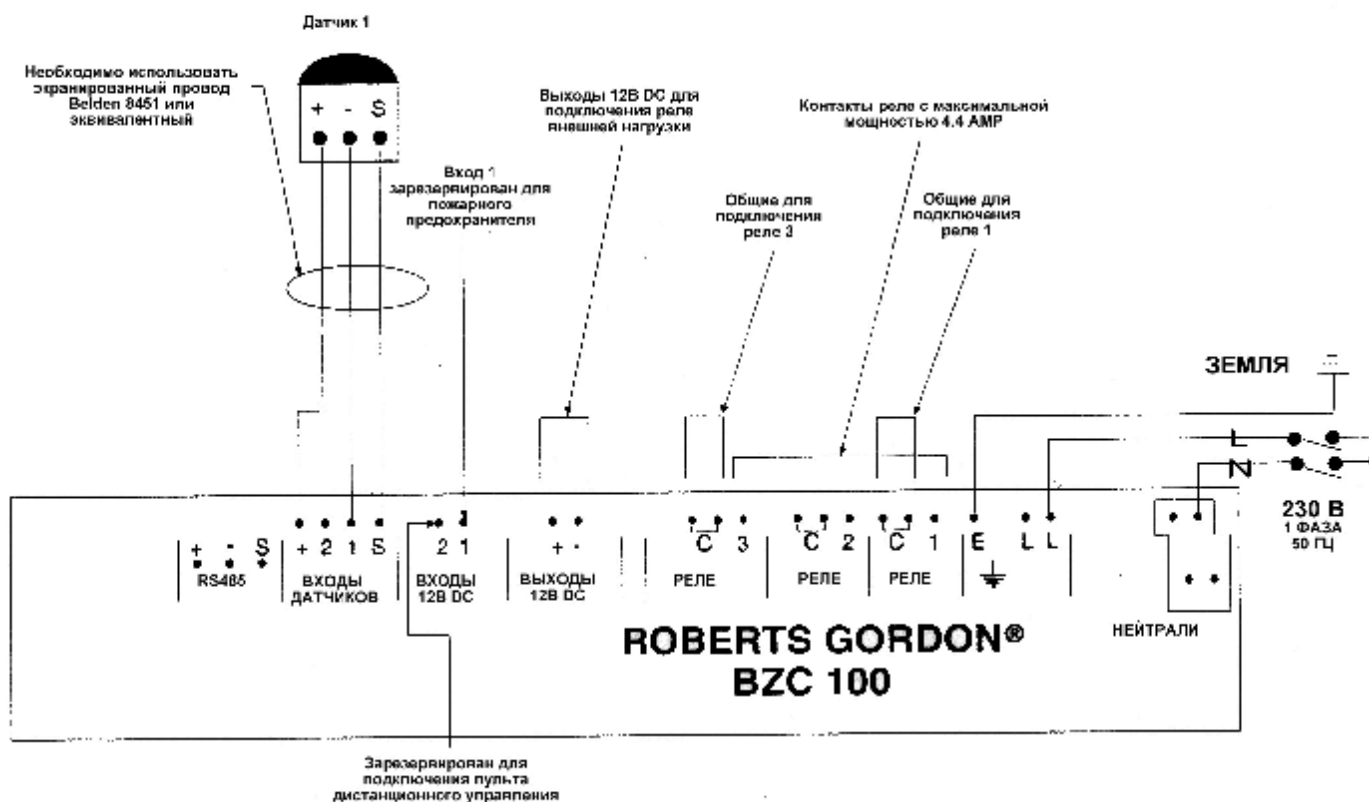

РИСУНОК 2 Схема внутреннего соединения
- Рисунок 2 Схема внутреннего соединения
Таблицы, приведенные на Странице 4, Раздел 1.7, Рисунок 3 показывают распределение реле и входов, которые будут в результате конфигурации панели для образца расположения оборудования, приведенного на странице 2, Раздел 1.5, рисунок 1. Все выходы с маркировкой от RL1 до RL3 - это контакты реле, которые указаны на Странице 3, Раздел 1.6, рисунок 2.